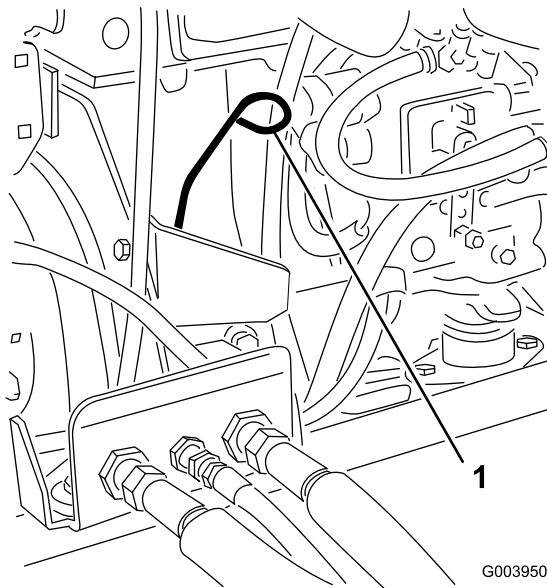

図 33
3. ディップスティックを抜き取り、付いているオイルをウェスで拭きとってもう一度差し込む（図 33）。